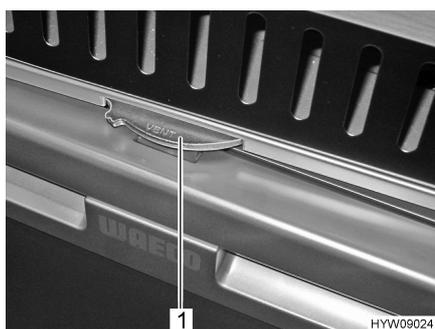

Fig. 66 Bloqueo puerta del frigorífico
Cerrar: ■ Girar la rueda de bloqueo (Fig. 66,1) hacia la derecha hasta el tope ("Lock"). La posición "Lock" permanecerá ajustada de modo continuo durante el funcionamiento.
- Girar la rueda de bloqueo (Fig. 66,1) hacia la izquierda hasta el tope ("Vent").